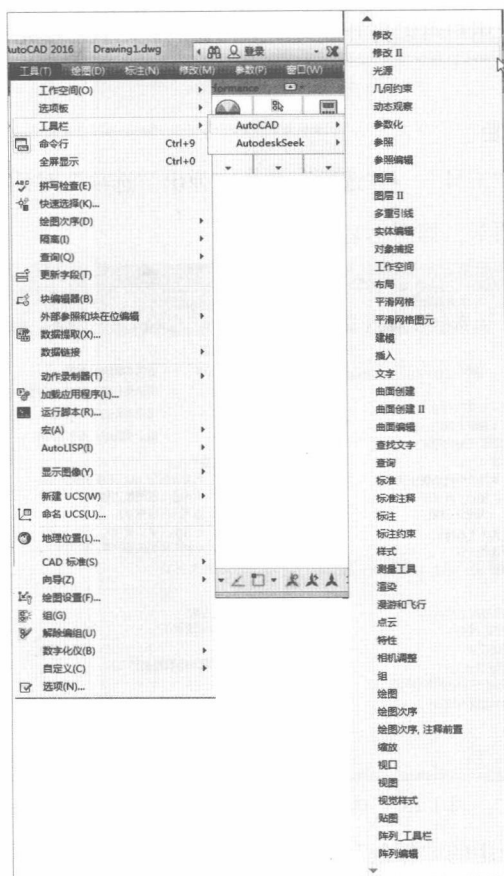

图 1-10 调出工具栏
(1) 设置工具栏。AutoCAD 2016 提供了几十种工具栏,选择菜单栏中的“工具”→“工具栏”→“AutoCAD”命令,调出所需要的工具栏,如图 1-10 所示。单击某一个未在界面显示的工具栏名,系统自动在界面打开该工具栏;反之,关闭工具栏。